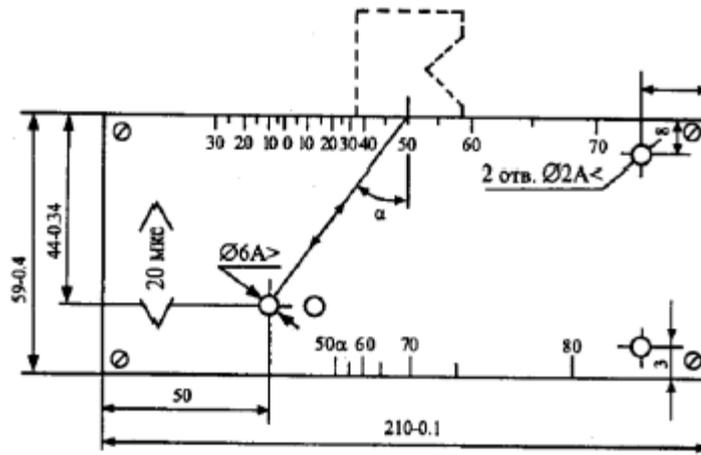

Рисунок 2. Стандартный образец СО-2
Рисунок 2 - Измерение выпуклости (вогнутости) стыкового шва ( g ) при различном уровне наружных поверхностей деталей, вызванном смещением при сборке соединения под сварку
2. На эскизе (рис. 2) дать схему расположения искателя на эталоне 3 для определения центра излучения искателя, если положение точки выхода луча не известно, при этом имейте ввиду, что точка выхода луча (центр излучения искателя) расположена на искателе напротив центра полуокружности стандартного образца 3 при установке искателя в положение, при котором амплитуда эхо-сигнала от вогнутой поверхности максимальна.